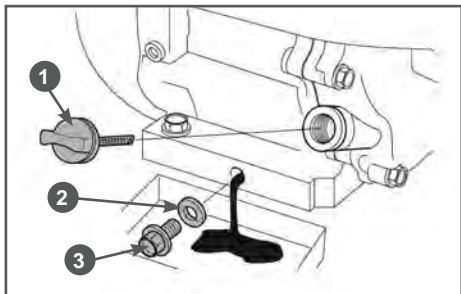

Рис. 14 Замена моторного масла
- Осторожно открутите крышку-щуп 1 из маслосазливной горловины, протрите её насухо и отложите в сторону (Рис. 14).
- Открутите пробку для слива масла и слейте отработанное масло в подготовленную для этого емкость (Рис. 14).